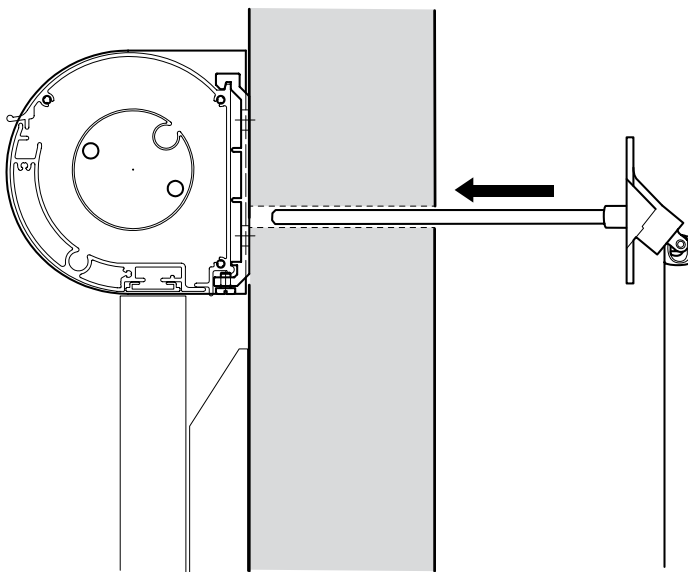
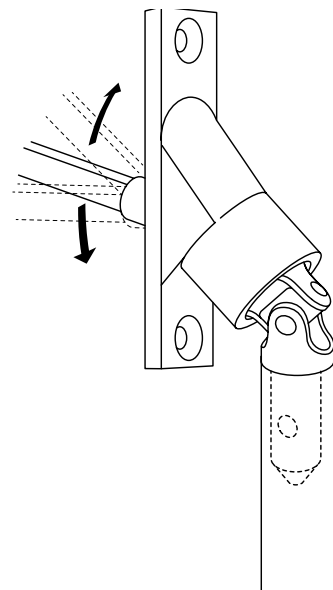

Abb. 1.4 Standard-Installation manuelle Steuerung Mono innen
Abb. 1.5 Kniegelenk mit beweglicher Achse
1. Markieren Sie sorgfältig die Kabeldurchführung, an der das Kabel oder die Achse für den Betrieb sein soll. Elektrisch: Das Loch für das Kabel muss exakt auf Höhe des Ortes sein, an dem das Kabel herauskommt! Mono innen: Das Loch für die Achse muss exakt auf Höhe der Stelle sein, an der die Achse aus der Abdeckung kommt! Siehe Abbildung 1.4 (Die Achse kann möglicherweise unter einem (vertikalen) Winkel durch die Wand verlaufen. Dieser Winkel sollte bei der Bestellung des Bildschirms im Voraus angegeben werden, siehe Abbildung 1.5)